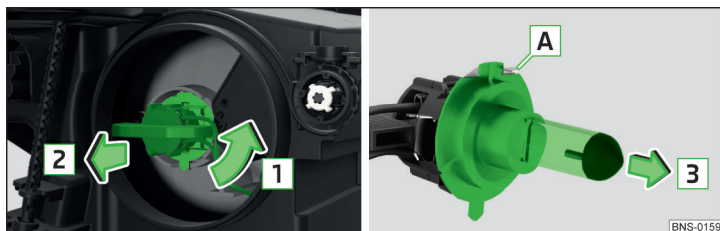

Fig. 374 Cambiar la bombilla de la luz de cruce
- › Girar el conector con la bombilla en el sentido de la flecha **1** » fig. 374.